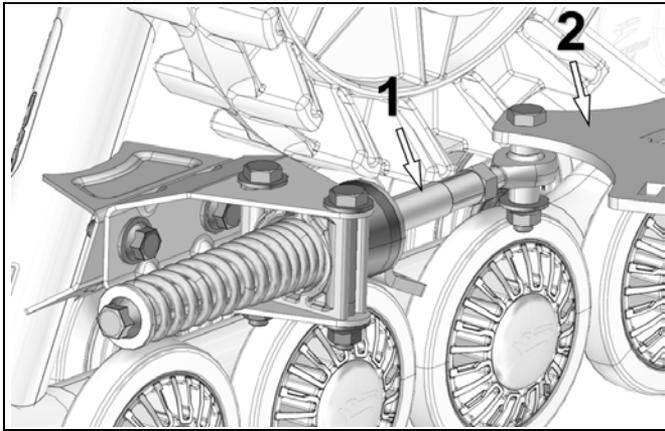

Figure 14
- Le bras stabilisateur (1) doit être fixé à l'ancrage arrière (2) du véhicule. Voir la Figure 14.